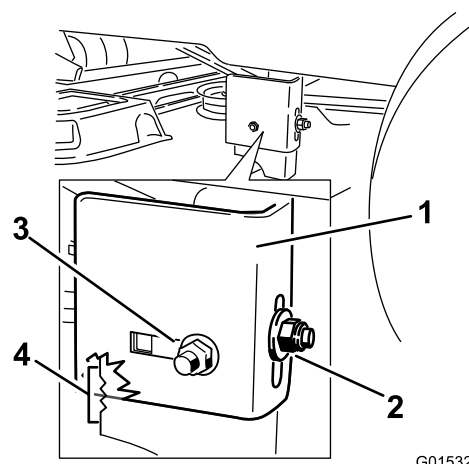

Figure 54
8. Desserrez l'écrou de blocage arrière sur le support jusqu'à ce qu'il soit possible de déplacer le support (Figure 54).
10. Arrêtez le tablier de coupe et vérifiez sa hauteur, puis serrez l'écrou de blocage arrière sur le support pour fixer cette nouvelle position (Figure 54). Serrez l'écrou de blocage latéral sur le support.